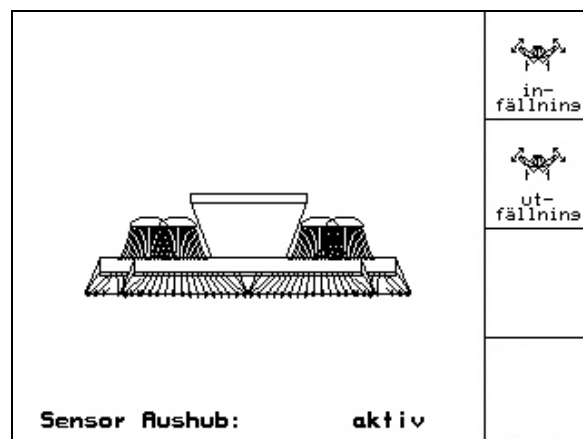

Fig. 71
-  Växla till undermenyn hop-/utfällning (Fig. 71).